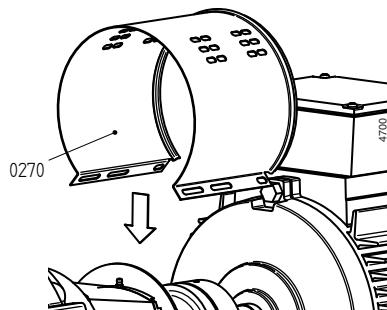

Рисунок 7: Установка кожуха на стороне двигателя.
- 2 Снимите оба кожуха (0270). См. рисунок 7.